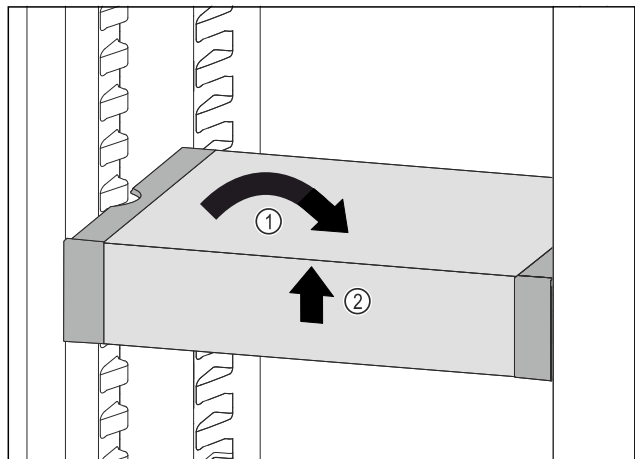

Fig. 123
- ▶ VarioSafe recht zetten. Fig. 123 (1)
- ▶ VarioSafe aan voorkant optillen. Fig. 123 (2)